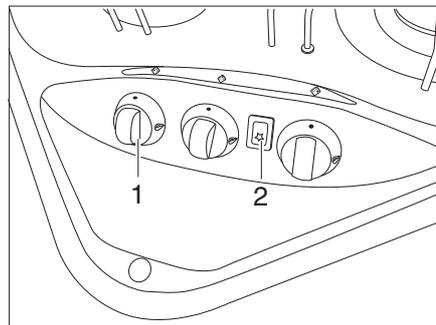
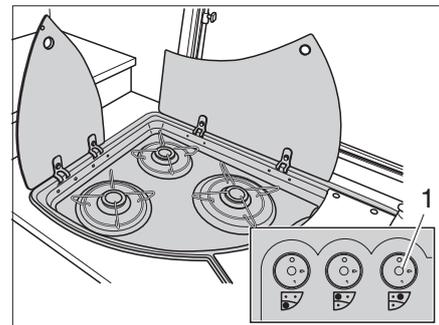

Fig. 126 Elementos de mando para la cocina de gas
Fig. 127 Alternativa: Elementos de mando para cocina de gas
- Girar el regulador giratorio (Fig. 126,1 ó Fig. 127,1) correspondiente al quemador deseado a la posición de encendido (llama alta).
- Si hay una tecla de encendido (Fig. 126,2):